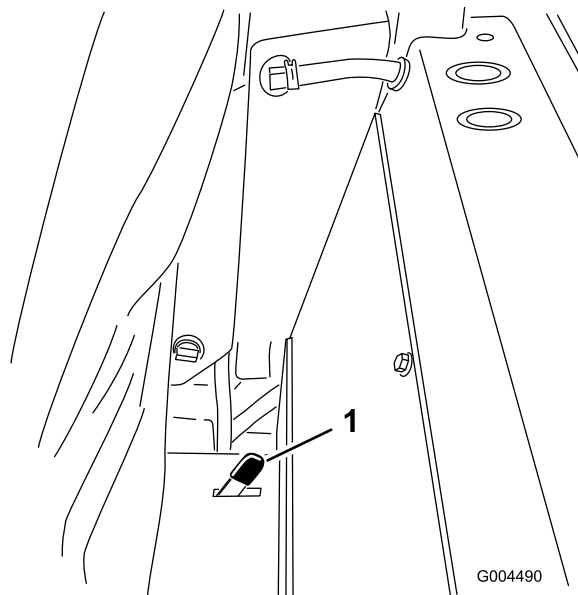

Figura 36
- Empurre um dos engates do banco que se encontram nos lados do banco atrás, para trás para desengatar o banco e puxe para a frente na parte de cima do banco (Figura 36).